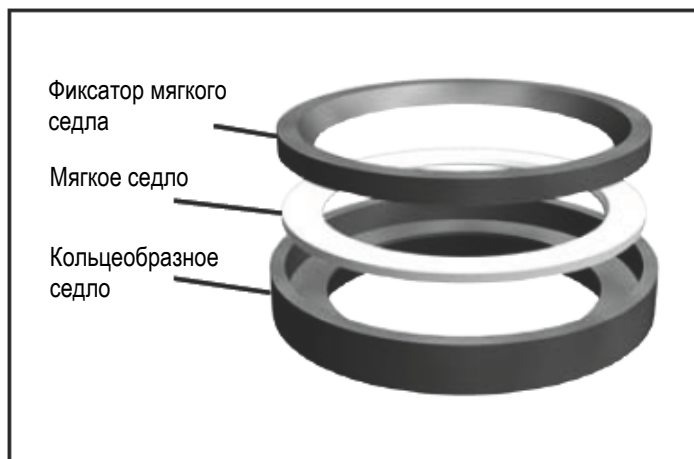

Рисунок 4: Устройство мягкого седла
6.5. Клапаны с мягкими седлами (см. рис. 4) требуют проверки состояния седла и, возможно, его извлечения. Проверьте состояние